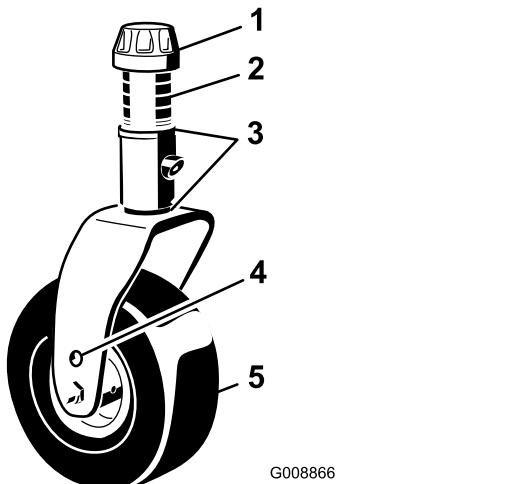

Figura 15
- Retire a tampa de tensionamento do eixo roscado e desloque o fuso para fora do braço da roda giratória (Figura 15).